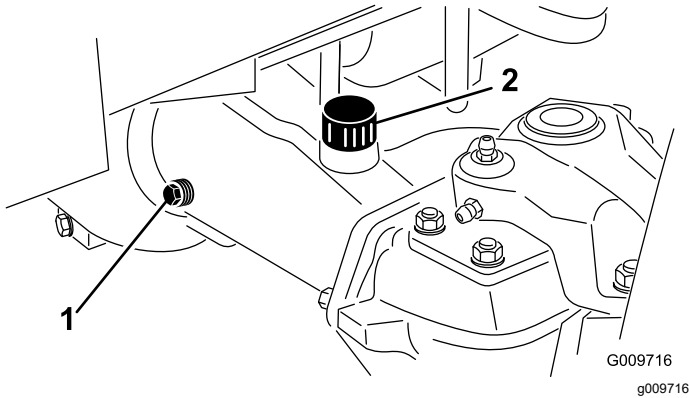

Figure 72
2. Enlevez un bouchon de contrôle à une extrémité du pont arrière (Figure 72) et vérifiez que l'huile atteint la base de l'orifice. Si le niveau est trop bas, enlevez le bouchon de remplissage (Figure 72) et ajoutez la quantité d'huile qui convient pour amener le niveau au bas des orifices des bouchons de contrôle.